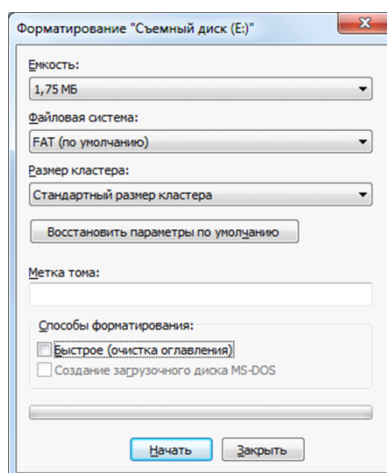

Рис. 9.6. Форматирование съемного диска
6. В открывшемся окне *Форматирование* нажмите кнопку *Начать* (рис. 9.6).